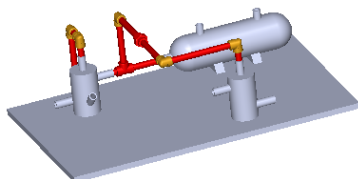

图 11.9.13 管道线路 1 的创建
Step4. 退出编辑状态。单击 **装配体** 工具条中的编辑装配体按钮 ，完成图 11.9.13 所示的管道线路 1 的创建。